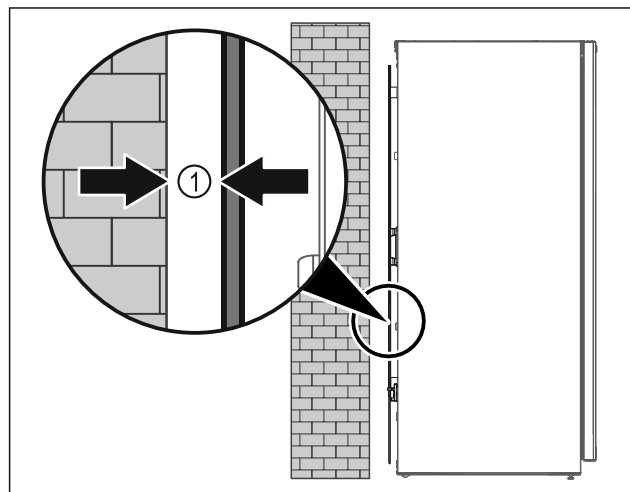

Fig. 50
- Placer l'appareil soit librement dans la pièce, soit directement contre un mur en respectant une distance minimale de 5 mm Fig. 50 (1).